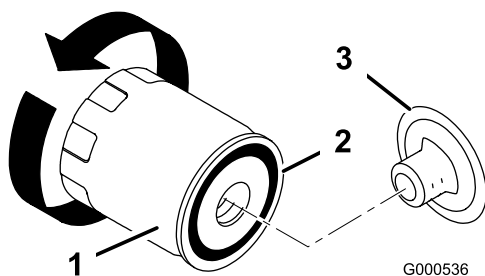

Figura 37
9. All'occorrenza, cambiate il filtro dell'olio (Figura 37).
2. Togliete il filtro usato e tergete la superficie della guarnizione dell'adattatore del filtro (Figura 37).
3. Spalmate un velo di olio pulito sulla guarnizione di gomma del filtro di ricambio (Figura 37).
4. Montate il nuovo filtro dell'olio sull'adattatore. Girate il filtro in senso orario finché la guarnizione di gomma non tocca l'adattatore, quindi serrate il filtro di un altro 1/2 o 3/4 di giro (Figura 37).